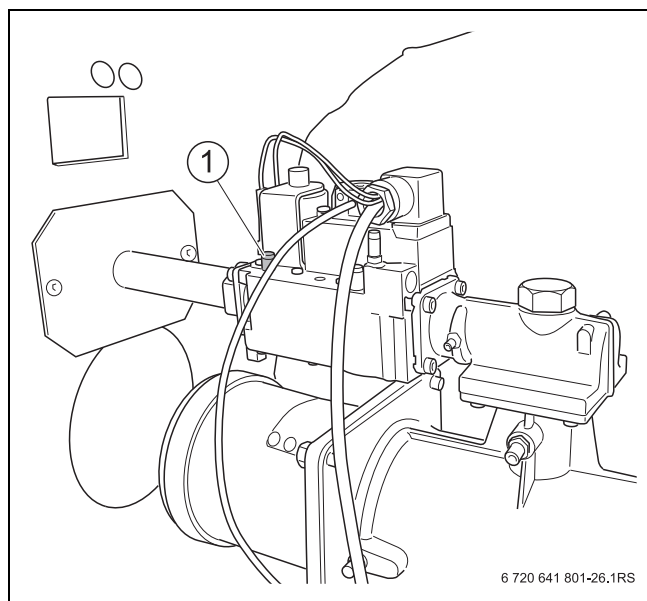

Fig. 44 Misurazione della pressione di collegamento del gas (grandezza caldaia 90/120 kW)
- Allentare di 2 giri la vite di chiusura del nipplo di prova per la pressione di collegamento del gas e per lo sfogo dell'aria (→ fig. 44, 45, 46 [1]).